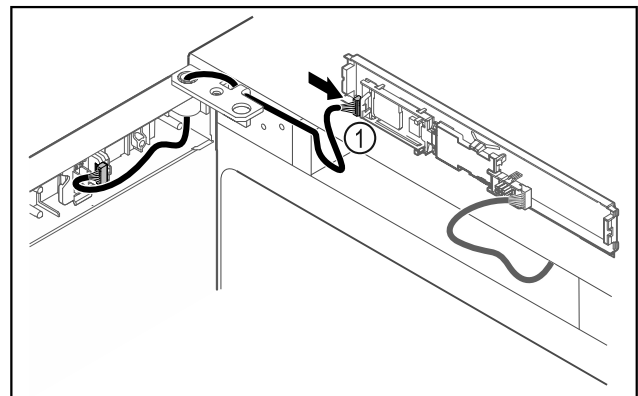

Fig. 40
- ▶ Подключите штекер Fig. 40 (1) к панели.